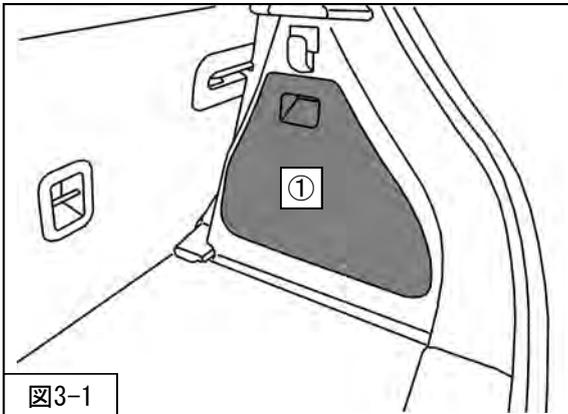

図3-1
1. ①アクセスホールカバーを取外してください。(図3-1)